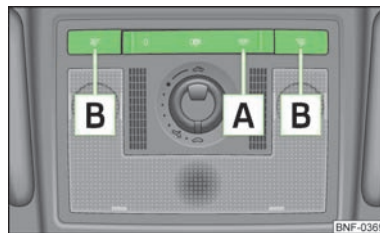

Fig. 26
- Premere l'interruttore **A** » fig. 26 in posizione .
- Premere l'interruttore **A** » fig. 26 in posizione **O**. ▶
► Premere l'interruttore **A** » fig. 26 in posizione centrale (orizzontale) ॐ.
► Premere l'interruttore **B** » fig. 26 per inserire e disinserire le luci di lettura.